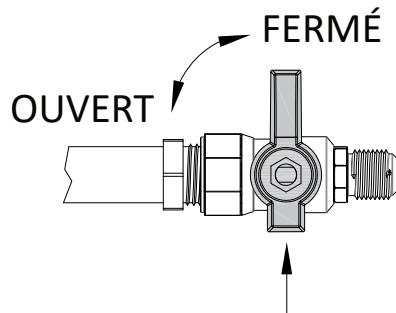

Figure 4.13 - Fermeture du robinet d'arrêt de gaz
1. Coupez toute alimentation électrique au foyer. Fermez le robinet d'arrêt manuel principal, situé en amont du raccord d'alimentation de l'appareil. Figure 4.13.